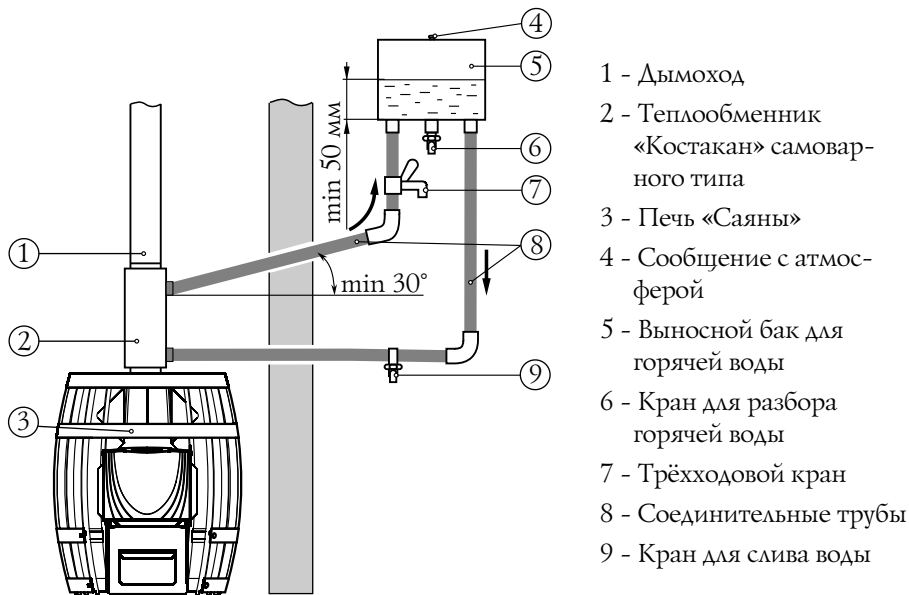

Рисунок 7. Схема монтажа системы водонагрева с использованием теплообменника «Костакан».
- теплообменник (2) с двумя штуцерами;
- выносной бак (5) для горячей воды с двумя штуцерами для присоединения к системе теплообмена и одним штуцером для установки крана разбора горячей воды;
- соединительные трубы (трубопровод) (8);
- кран для горячей воды, трёхходовой кран (7) и кран для слива воды из системы (9).
При необходимости получения горячей воды за более короткий срок, допускается производить разбор воды до ее попадания в бак. Для этого необходимо присоединить трехходовой кран (7) к трубе горячей линии, между верхним штуцером теплообменника и выносным баком в удобном для вас месте (рисунок 7).